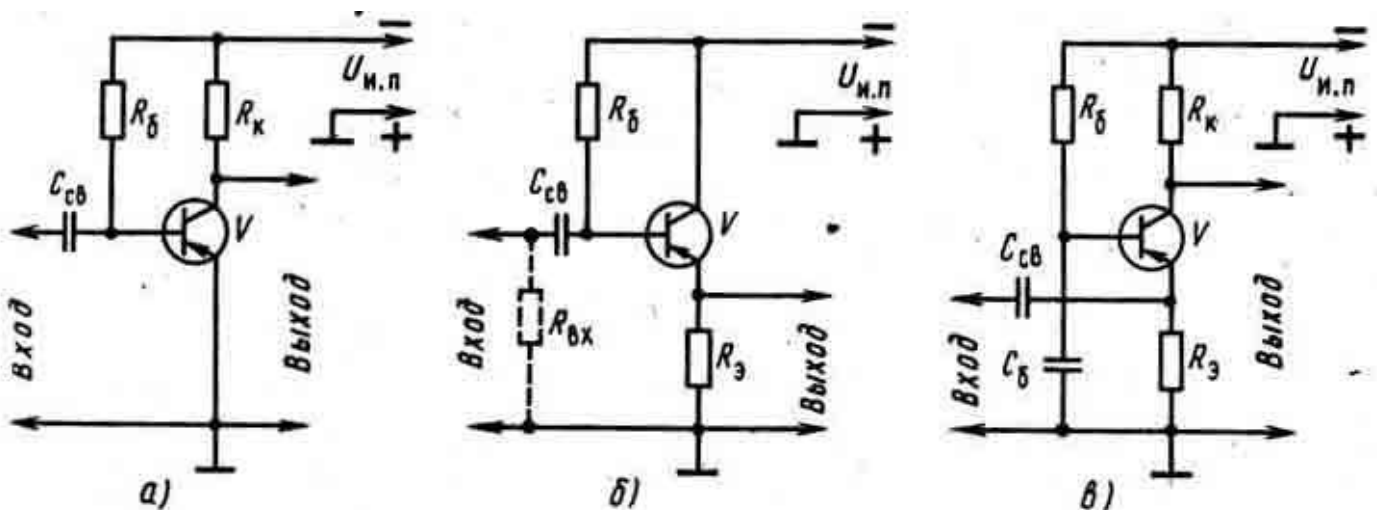

Рис. 5 Схемы включения транзисторов.
- Включение р-п-р транзистора по схеме ОЭ** показано на (рис. 5, а). Напряжение источника питания на коллекторе транзистора V подается через резистор R_k , являющийся нагрузкой, на эмиттер - через общий «заземленный» проводник, обозначаемый на схемах специальным знаком. Входной сигнал через конденсатор связи $C_{св}$ подается к выводам базы и эмиттера, т.е. к участку база - эмиттер транзистора, а усиленный сигнал снимается с выводов эмиттера и коллектора. Эмиттер, следовательно, при таком включении транзистора является общим для входной и выходной цепей. Транзистор, по схеме с ОЭ, в зависимости от его усилительных свойств может дать 10 - 200 - кратное усиление сигнала по напряжению и 20 - 100 - кратное усиление сигнала по току. Такой способ включения транзистора по схеме с ОЭ пользуется у радиолюбителей наибольшей популярностью. Существенным недостатком усилительного каскада на транзисторе, включенном по такой схеме, является его сравнительно малое входное сопротивление - всего 500-1000 Ом, что усложняет согласование усилительных каскадов, транзисторы которых включают по такой же схеме. Объясняется это тем, что в данном случае эмиттерный р - н переход транзистора включен в прямом, т.е. пропускном, направлении. А сопротивление пропускного перехода, зависящее от прикладываемого к нему напряжения, всегда мало. Что же касается выходного сопротивления такого каскада, то оно достаточно большое (2-20 кОм) и зависит от сопротивления нагрузки R_k и усилительных свойств транзистора.
- **Включение транзистора по схеме ОК** показано на (рис. 5, б). Входной сигнал подается на базу и эмиттер через эмиттерный резистор $R_э$, который является частью коллекторной цепи. С этого же резистора, выполняющего функцию нагрузки транзистора, снимается и выходной сигнал. Таким образом, этот участок коллекторной цепи является общим для входной и выходной цепей, поэтому и название способа включения транзистора - ОК. Каскад с транзистором, включенным по такой схеме, по напряжению дает усиление меньше единицы. Усиление же по току получается примерно такое же, как если бы транзистор был включен по схеме ОЭ. Но зато входное сопротивление такого каскада может составлять 10 - 500 кОм, что хорошо согласуется с большим выходным сопротивлением каскада на транзисторе, включенном по схеме ОЭ. По существу, каскад не дает усиления по напряжению, а лишь как бы повторяет подведенный к нему сигнал. Поэтому транзисторы, включаемые по такой схеме, называют также **эмиттерными повторителями**. Почему эмиттерными? Потому что выходное напряжение на эмиттере транзистора практически полностью повторяет входное напряжение. Почему каскад не усиливает напряжение? Давайте мысленно соединим резистором цепь базы транзистора с нижним (по схеме) выводом эмиттерного резистора $R_э$, как показано на (рис. 5, б) штриховыми линиями. Этот резистор - эквивалент внутреннего сопротивления источника входного сигнала $R_{вх.}$, например микрофона или звукоснимателя. Таким образом, эмиттерная цепь оказывается связанной через резистор $R_{вх.}$ с базой. Когда на вход усилителя подается напряжение сигнала, на резисторе $R_э$, являющемся нагрузкой транзистора, выделяется напряжение усиленного сигнала, которое через резистор $R_{вх.}$ оказывается приложенным к базе в противофазе. При этом между эмиттерной и базовой цепями возникает очень сильная отрицательная обратная связь, сводящая на нет усиление каскада. Это по напряжению. А по току усиления получается такое же, как и при включении транзистора по схеме с ОЭ.
- **Теперь о включении транзистора по схеме с ОБ** (рис. 5, в). В этом случае база через конденсатор $C_б$ по переменному току заземлена, т. е. соединена с общим проводником питания. Входной сигнал через конденсатор $C_{св.}$ подают на эмиттер и базу, а усиленный сигнал снимают с коллектора и с заземленной базы. База, таким образом, является общим электродом входной и выходной цепей каскада. Такой каскад дает усиление по току меньше единицы, а по напряжению - такое же, как транзистор, включенный по схеме с ОЭ (10 - 200). Из-за очень малого входного сопротивления, БК превышающего нескольких десятковом (30-100) Ом, включение транзистора по схеме ОБ используют главным образом в генераторах электрических колебаний, в сверхгенеративных каскадах, применяемых, например, в аппаратуре радиоуправления моделями.